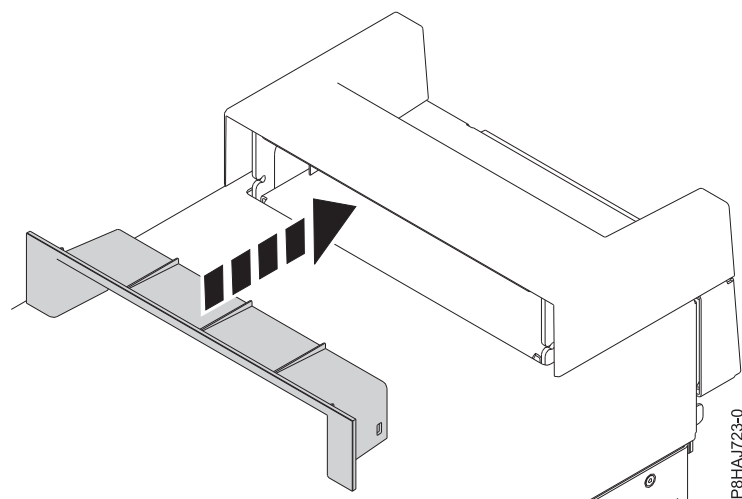

Figura 51. Inserció de la peça de la tapa de nansa en un sistema autònom 8286-41A
2. Inserir la peça de la tapa de nansa empenyent-la amb força a la tapa de nansa, tal com es mostra a la Figura 51.